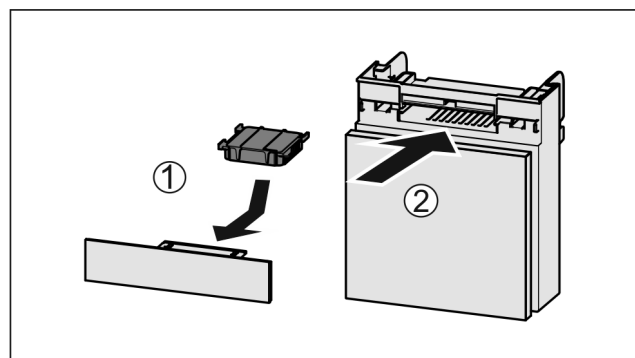

Fig. 124
- Поставете Fig. 124 (1) филтъра с активен въглен, както е показано на фигурата.
- Вкарайте Fig. 124 (2) отделениято.